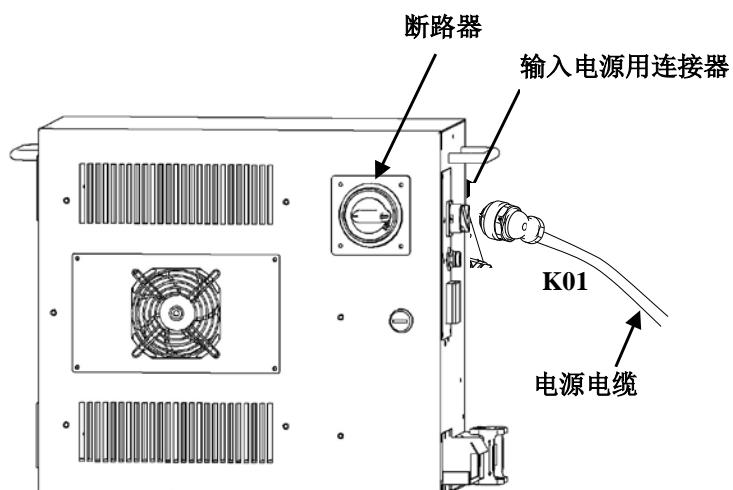

图 2.4.2 (a) 输入电源电缆的连接
- (1) 图 2.4.2 (a) 中表示输入电源电缆的连接方法。
(2) 如图 2.4.2 (a) 所示, 将输入电源电缆的连接器连接到 PWR 连接器上, 将地线(PE)连接到接地端子上。